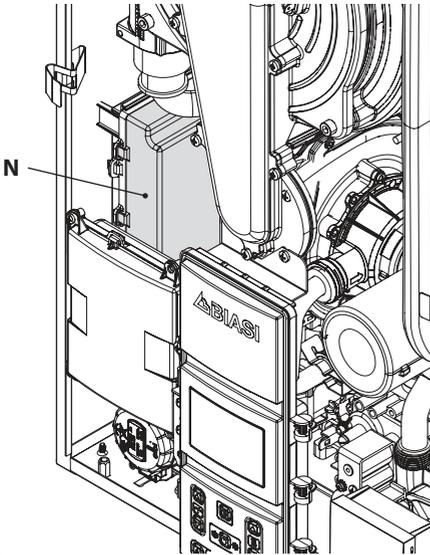

Figura 5.18
- Localice la tapa de cobertura de la borna **N** (Figura 5.18) y ábrala.